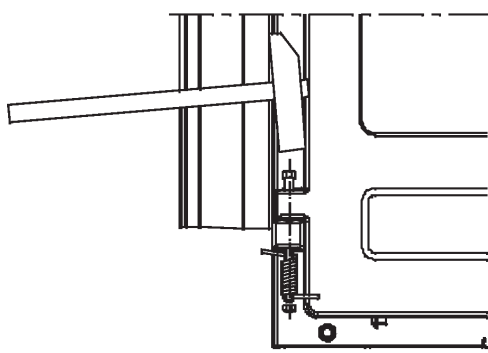

Abb. 1.
- Türe schließen, die Vorderplatte abnehmen, den Stift an dem unteren Scharnier herausnehmen, die Imbusschraube so hineingeben, dass ca. 15 mm aus dem Scharnier herausragt. Setzen Sie die Feder so auf die ein wenig überspannte Schraube, dass ein Ende in den Ofenrand einhakt. Feder halten, Schraube stampfen, auf die Schraube eine geschlossene Schraubenmutter aufsetzen (siehe Bild 1).
Der Kessel muss an das System der Zentralheizung mit einem offenen expansiven Gefäß angeschlossen werden, so dass, falls Wasser überheizt wird, es nicht zu einer Druckerhöhung kommt (Bild 1). Wir empfehlen den Einbau eines Mischhahns mit vier Anschlüssen (Mischventil), welcher eine Temperaturreglung am Anfang der Rohrleitung der Heizung ermöglicht, wobei die Wassertemperatur im Kessel immer noch hoch genug ist (60 – 70°C), um Schwitzen des Kessels oder Niedrigtemperatur-Korrosion zu vermeiden. Anstatt des Mischventils kann auch ein Thermostat eingebaut werden, wessen Messfühler am Anfang der Rohrleitung ist. Der Thermostat schaltet die Pumpe erst ein, wenn die Wassertemperatur im Kessel, d. h. am Anfang der Rohrleitung hoch genug ist. Auf den Bildern 1 und 2 wurde dargestellt, wie man den Kessel an die Installation der Zentralheizung anschließen soll. Mit der Höhe H soll man ausreichenden Druck sichern, um eine gute Zirkulation durch die Heizteile zu erzielen. Man kann im System (was auch wünschenswert ist) einen Boiler anschließen. Es ist gut, um die natürliche (d. h. Gravitations-) Zirkulation zu sichern, welche unabhängig von der Pumpe ist. Der Boiler muss über dem Ofenniveau sein, mit dem kleinstmöglichen Widerstand für die Wasserzirkulation (kurze Rohre die zum Boiler hinaufführen).